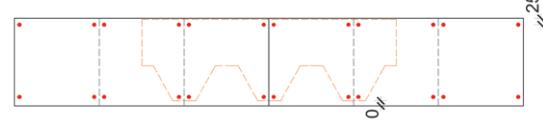

Рис. 17. Схема крепления конько-карнизной черепицы Döcke на карнизе.
7.1.4 Крепёж карнизной черепицы осуществляется на кровельные гвозди (тип 1, таблица №1). Отступ гвоздя от верхнего края карнизной черепицы составляет 25 мм. Нижний ряд гвоздей, места стыков и перфорации должны закрываться лепестками первого ряда гонтов гибкой черепицы (рис. 17).
8.2.13 Нижняя кромка гонтов первого ряда должна отступать на 10 мм от нижней кромки карнизной полосы (рис. 17). Гонты ламинированной черепицы Döcke должны отступать на 10 мм от перегиба карнизной планки, т.к. не требуют применения карнизной черепицы.